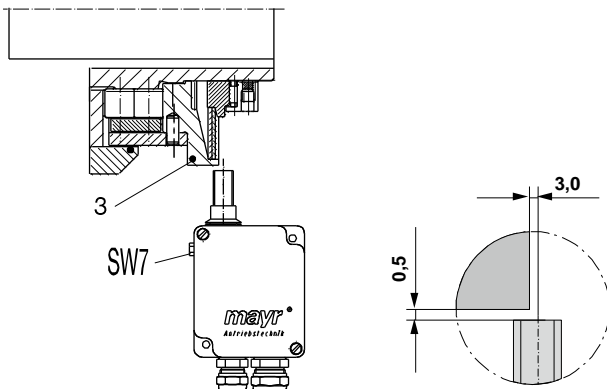
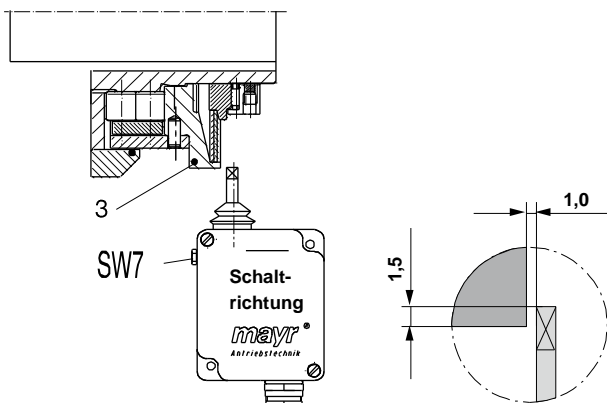

Bild 4: berührungsloser Endschalter
Bild 5: mechanischer Endschalter
Der Schaltrichtungspfeil am Gehäusedeckel des mechanischen Endschalers zeigt in Richtung Einstellmutter (7), bzw. in Hubrichtung des Schaltteils (3), Bild 4. Stellen Sie die Schalterabstände für den berührungslosen und mechanischen Endschalter nach Bild 4 bzw. Bild 5 ein. Der Abstand des Schaltteils (3) vom Schaltpunkt kann mit einer Sechskantschraube SW 7 fein justiert werden (Bild 4 und 5).